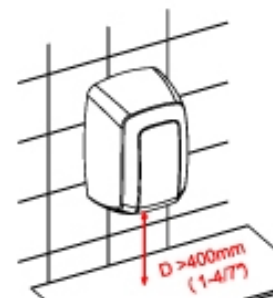

Figure 13
**REMARQUE :** Prévoir une distance minimale de 15.80" (400 mm) de séparation des rebords, marbres ou lavabos (Figure 13). Éviter dans la mesure du possible la présence de surfaces réfléchissantes dans la zone d'action du capteur IR du sèche-mains.